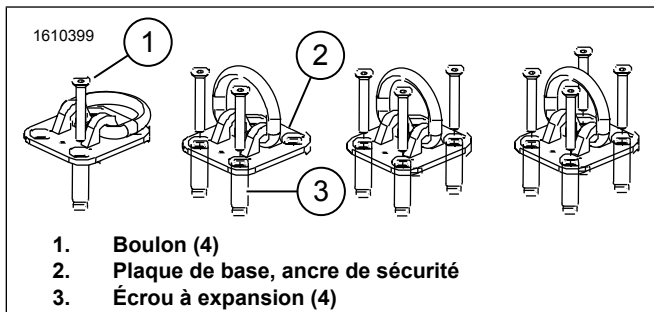

Figure 3. Installation de l'ancre de sécurité
6. Voir la figure 3. Placez la plaque de base (2) sur la marque délimitée plus tôt.
7. Voir la figure 3. Installez le boulon à tête hexagonale (1). Tournez jusqu'à ce qu'il attrape l'écrou à expansion (3).
8. Voir la figure 3. Alignez la plaque de base (2) et marquez le point central du trou suivant avec un marqueur.
9. Voir la figure 3. Retirez le boulon à tête hexagonale (1) et la plaque de base (2).
11. Voir la figure 3. Alignez la plaque de base (1) et placez les quatre boulons à tête hexagonale (1).